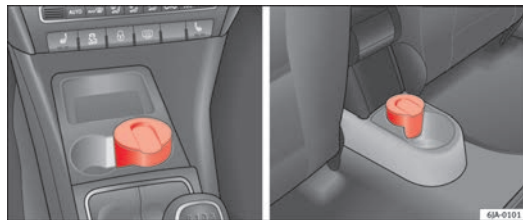

Abb. 85 Mittelkonsole: Aschenbecher vorne / Aschenbecher hinten
- Nehmen Sie den Aschenbecher ⇒ Abb. 85 nach oben heraus.